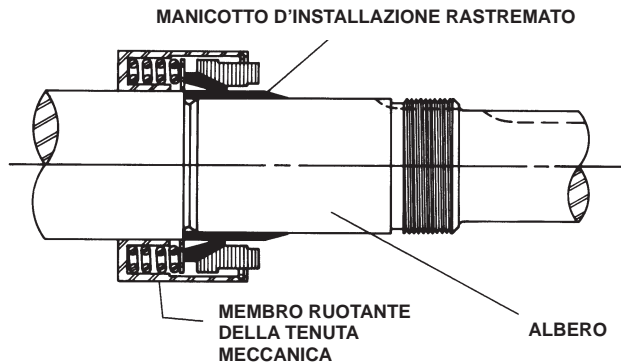

FIGURA 11
3. Sistemare il manicotto d'installazione rastremato sull'albero. Rivestire il manicotto rastremato e l'interno del membro ruotante con un'abbondante quantità di olio leggero. Il grasso è sconsigliato. Infilare il membro ruotante sull'albero e sopra il manicotto rastremato. **Vedere la figura 11.**